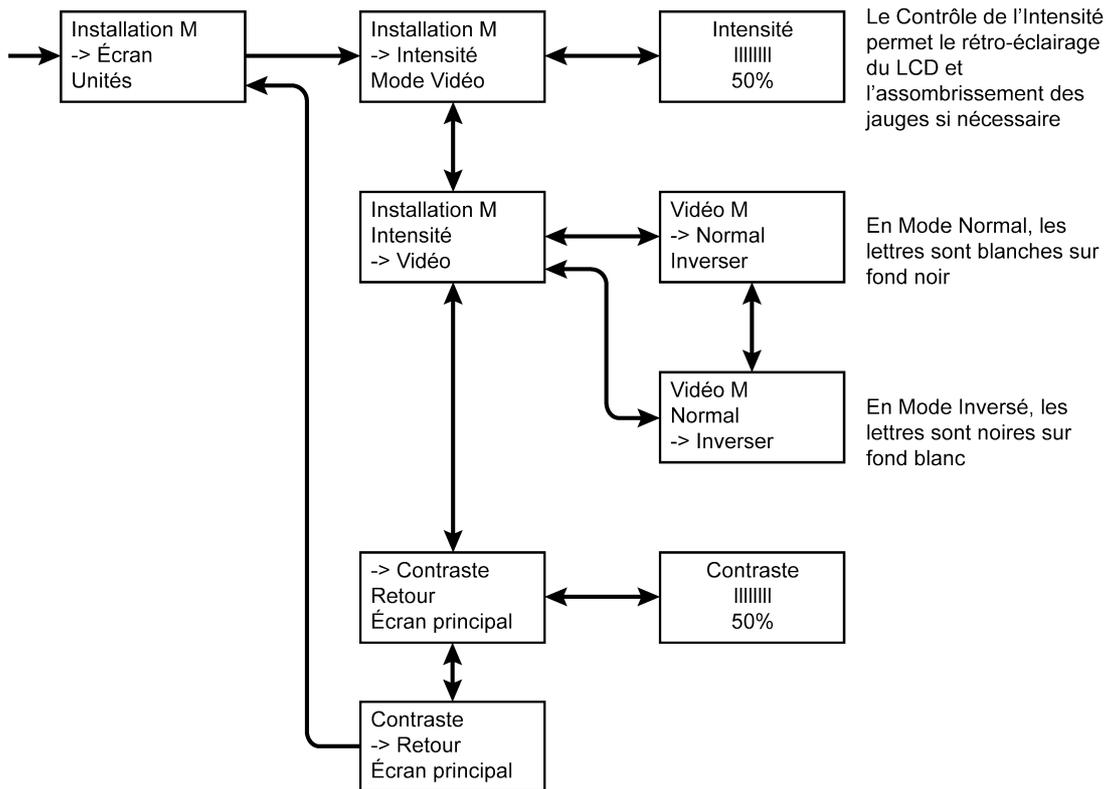

Figure 7
4. Utiliser les touches DOWN et UP pour surligner et ENTER pour sélectionner le paramètre de l'affichage désiré. **Voir la Figure 7.**